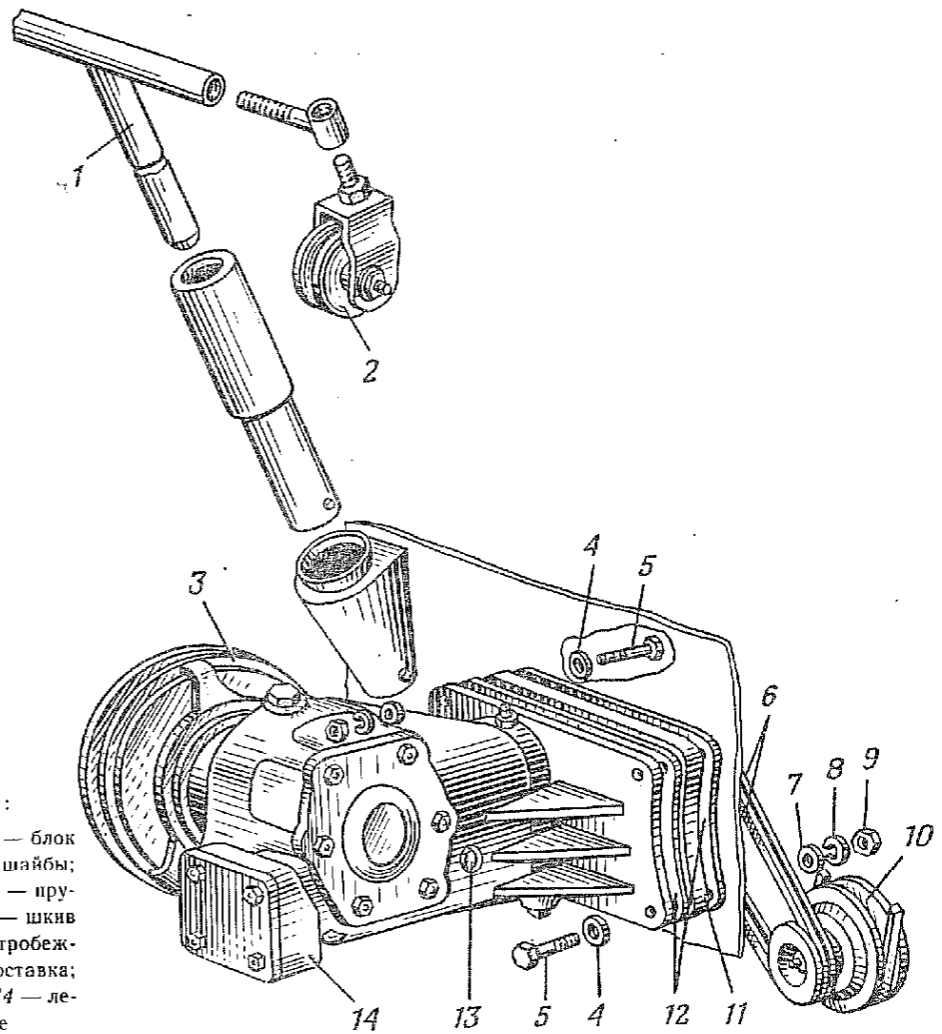

Рис. 97. Лебедка в сборе
1.8. Ослабить гайки 9 (рис. 97) крепления лебедки и переместить лебедку в овальных отверстиях перед-
2.1. Установить лебедку 14 (рис. 97) с прокладками 12 и проставкой 11 на автомобиль, совместив крепежные отверстия лебедки с отверстиями в передней части кузова. Установить в отверстия болты 5 с шайбами 4, 7, 8 и навернуть гайки 9 (ключ 17).
2.1. Вставить конец троса в отверстие барабана 3 (рис. 97) лебедки и расклепать наконечник на конце троса (молоток 1000 г, наковальня).